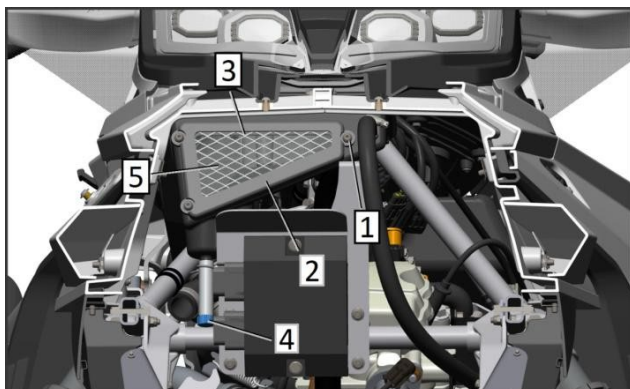

Fig. 24 1. Vite
2. Posizionare l'apposito contenitore sotto il tappo dell'alloggiamento del filtro dell'aria (Fig. 4, Fig. 24, 25), estrarre il tappo, attendere che la condensa defluisca e reinserire il tappo.